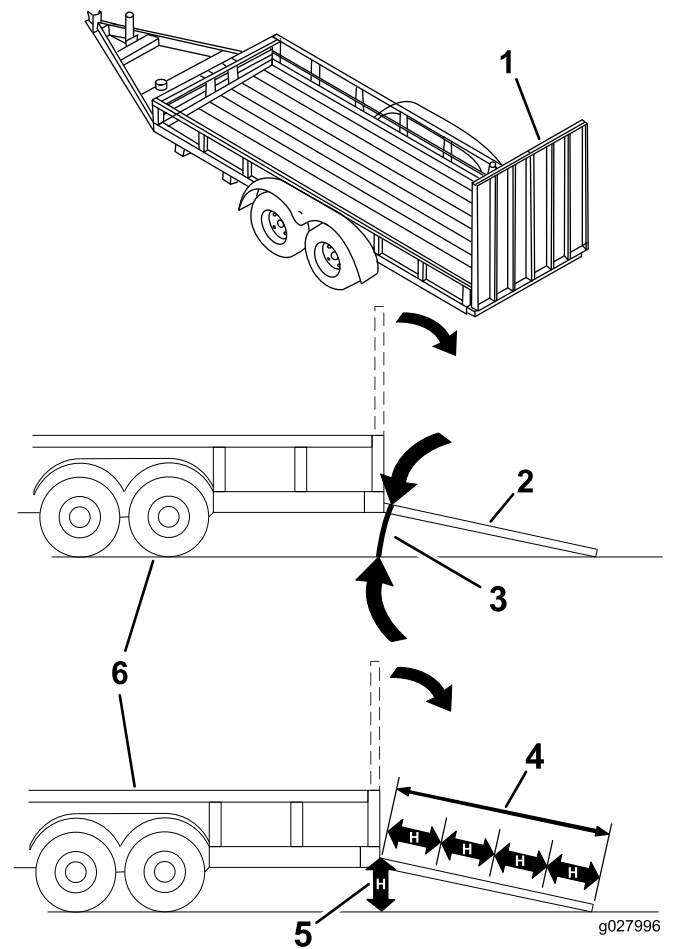

Bild 35
Das Laden einer Maschine auf einen Anhänger oder einen Lastwagen erhöht die Umkipppgefahr und könnte schwere oder tödliche Verletzungen verursachen (Bild 35).
3. Senken Sie die Rampe ab und stellen Sie sicher, dass der Winkel zwischen der Rampe und dem Boden höchstens 15 Grad beträgt (Bild 35).